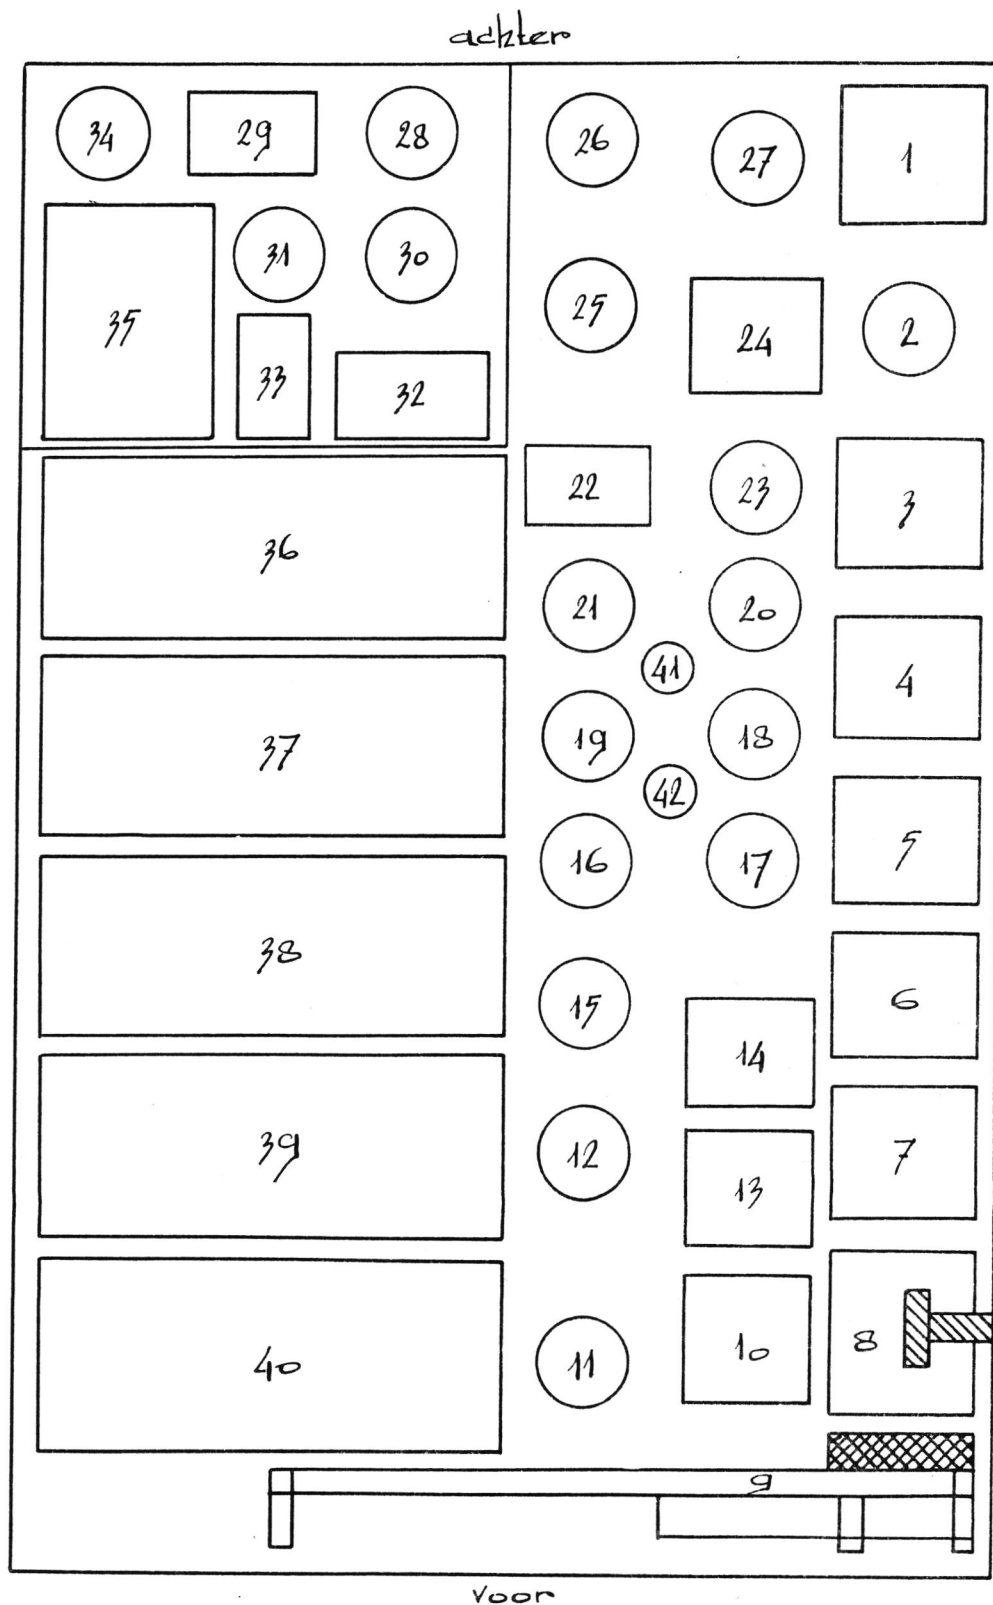

fig. Pr 2-2
1. Geef van onderstaande onderdelen aan, het nummer in het schema (fig. Pr. 2-1) en het nummer in het bovenaanzicht van de set (fig. Pr. 2-2).